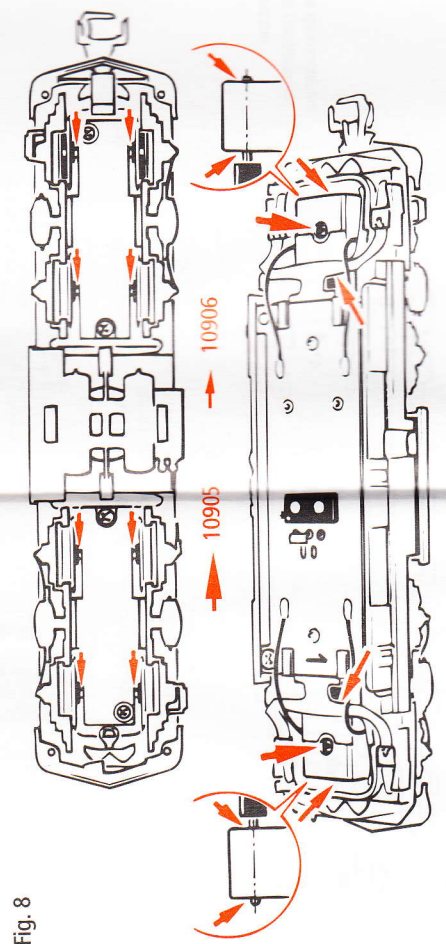

Fig. 8
2. Graissage: N'appliquez **qu'une goutte** petite goutte aux endroits indiqués par le plan de graissage (fig. 8) après avoir démonté la caisse de la locomotive (fig. 3). Nous vous recommandons le **graisseur à huile ROCO réf. 10906**. Pour graisser les engrenages (roues dentées, vis sans fin) nous vous conseillons la **graisse spéciale Roco réf. 10905** pour engrenages en matières synthétiques. Lorsque vous utilisez cette graisse il faut éviter d'huiler ces composants.
2. Lubrication: Apply **tiny oil drops** to spots marked in fig. 8. Prior to lubrication dismantle locomotive (fig. 3). We recommend using item no. 10906, Roco oiler. For lubrication the gear-parts (e.g. cog-wheels, worm) we would recommend our Roco **special grease** (item No. 10905).